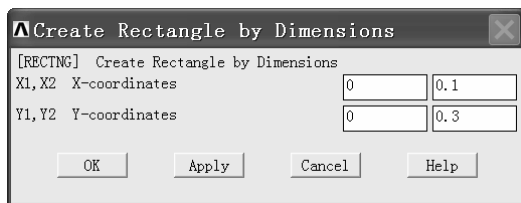

图 2-70 “Create Rectangle by Dimensions” 窗口
(1) 依次选择 Main Menu>Preprocessor>Modeling>Create>Areas>Rectangle>By Dimensions, 弹出“Create Rectangle by Dimensions”窗口 (见图 2-70), 在“X1, X2 X-coordinates”后的两个方框中依次输入“0”、“0.1”。在“Y1, Y2 Y-coordinates”后的两个方框中依次输入“0”、“0.3”, 单击“Apply”按钮, 生成第一个矩形面, 并再次弹出“Create Rectangle by Dimensions”窗口。